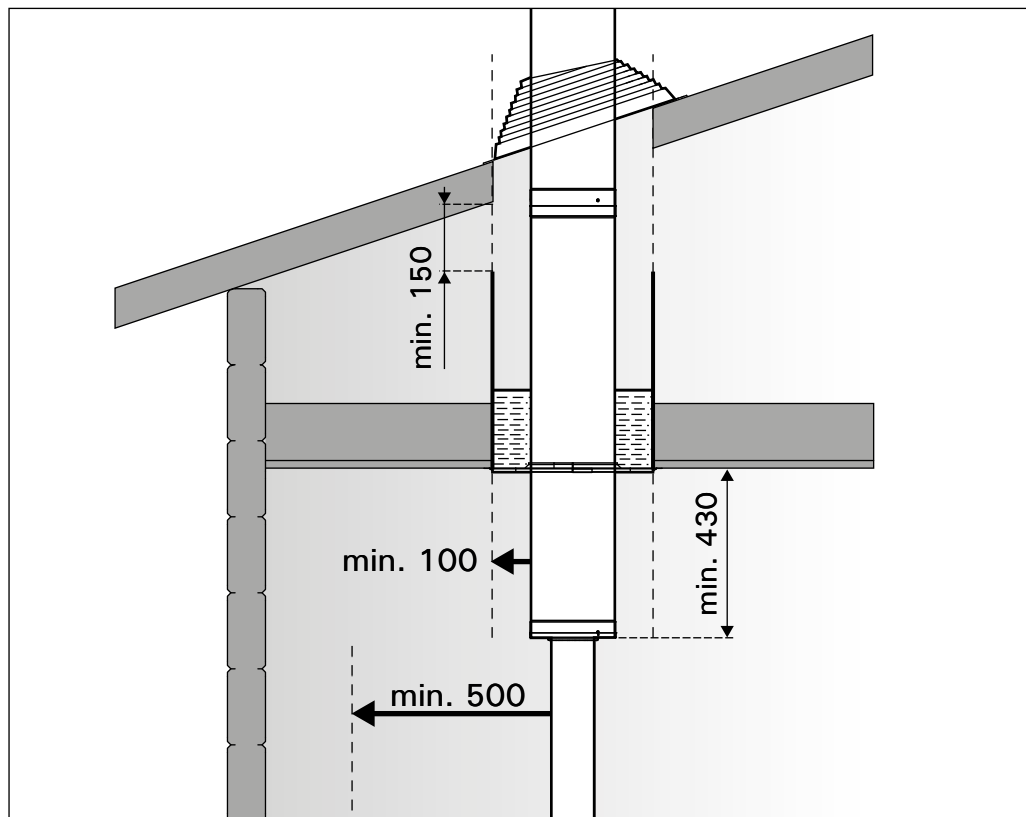

Рисунок 2. Безопасные расстояния (все размеры приведены в миллиметрах)
- Безопасное расстояние между воспламеняющимися конструкциями и внешней стальной рубашкой дымохода должно составлять не менее **100 мм**. Рисунок 2.
- Если в начальной части дымохода была использована промежуточная труба без изоляции, безопасное расстояние между данным участком дымохода и воспламеняющимися конструкциями, согласно требованиям пожарной безопасности, возрастает до **500 мм**. Рисунок 2.
- Необходимо учитывать, что в помещении участок видимой изолированной трубы должен составлять не менее **430 мм**. Рисунок 2.